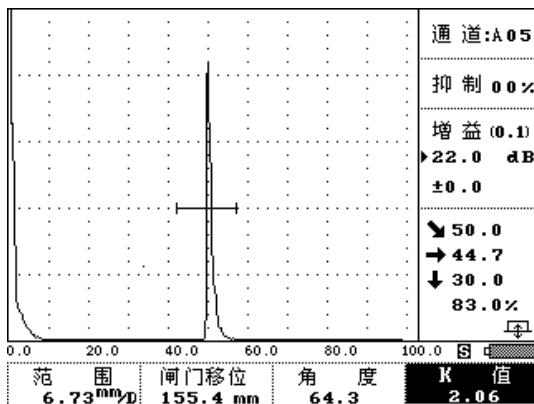

图 3-2-7
- ③ 此时如果已找到该测试孔的最高回波，则按  键或转动旋钮到  栏单击旋钮仪器将自动计算 K 值。如图 3-2-7。并在屏幕下方出现提示：